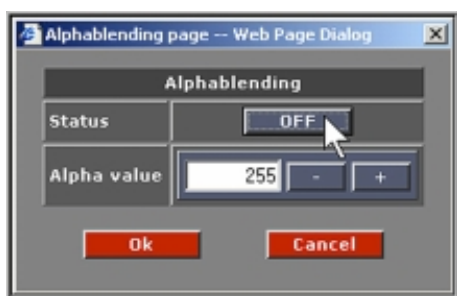

Imagen 6-40
- Haga clic en el botón de alternar **ON** o **OFF** para activar o desactivar el alpha blending. (imagen 6-40, imagen 6-41)